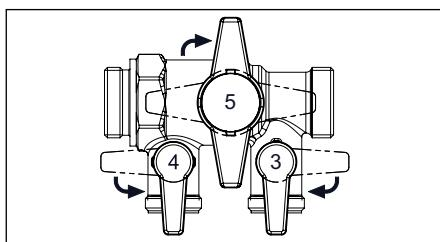

Abb. 6.11 Befüll- und Spülarmatur
- Sperren Sie den Durchgangskugelhahn (5) in der Mitte der Befüll- und Spülarmatur ab (Abb. 6.11).
- Öffnen Sie den Befüllhahn (3) und den Entleerhahn (4) der Befüll- und Spülarmatur (Abb. 6.11).